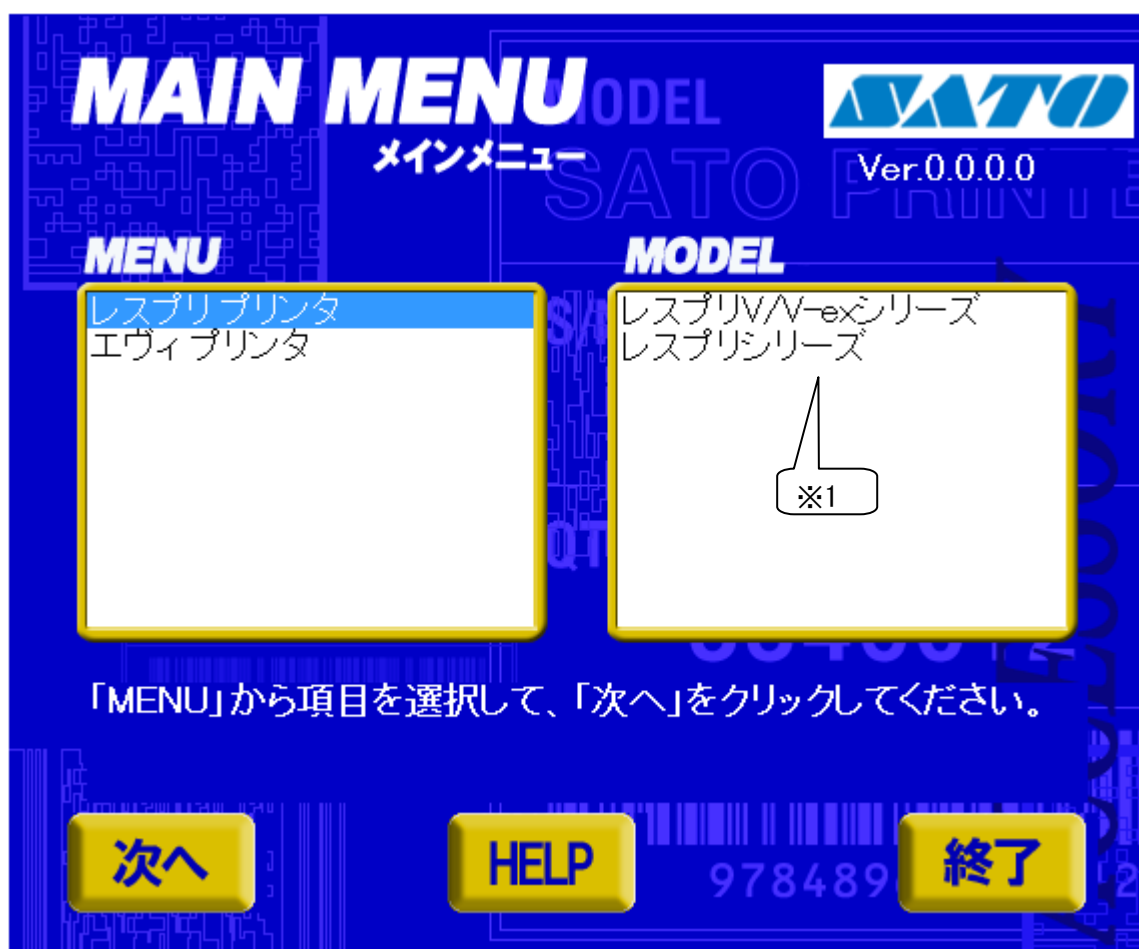

図 2.1 メインメニュー画面
「SATO アクセサリ CD-ROM」を CD-ROM ドライブにセットしてください。自動的※2に図 2.1 に示す画面が表示されますので、画面中「MENU」で「レスプリプリンタ」を選択し、「次へ」をクリックします。
- ※2 図 2.1 の画面が自動的に表示されない場合は、アクセサリ CD-ROM 内の「MainMenu.exe」をダブルクリックしてください。